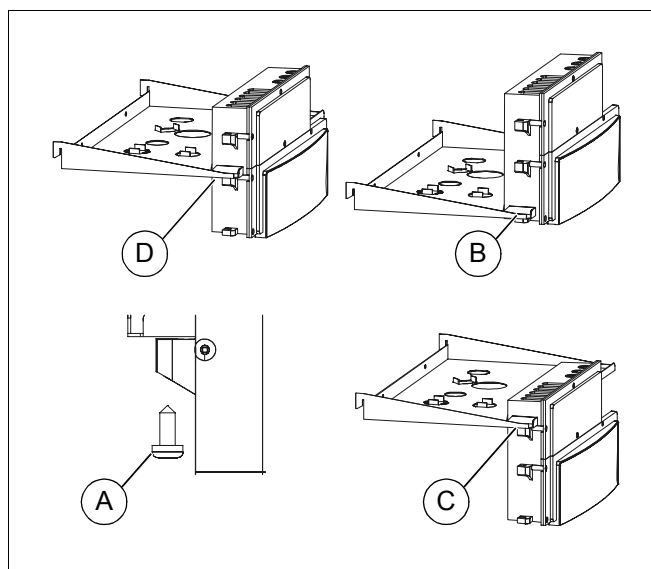

Fig. 23 Realizați lucrările premergătoare
Pentru ușurarea lucrărilor de întreținere (Fig. 23, **Poz. D**) panoul de deservire poate fi fixat într-o poziție mai înaltă sau mai joasă decât cea normală.
- Pentru racordul hidraulic fixați panoul de deservire în poziție normală. Înșurubați (Fig. 23, **Poz. A**) cele 3 șuruburi pentru fixarea panoului de deservire și orientați panoul de deservire exclusiv către nișele adânci (Fig. 23, **Poz. B**) și fixați-l acolo.